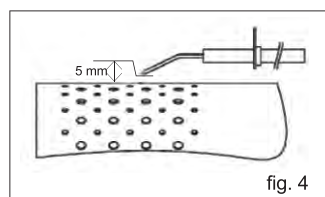

fig. 4
- Vérifiez la position de l'électrode de départ (fig. 4)